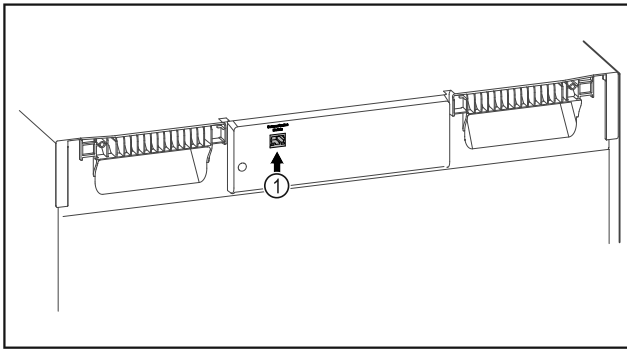

Fig. 112
- SmartModule Fig. 112 (1) este instalat.